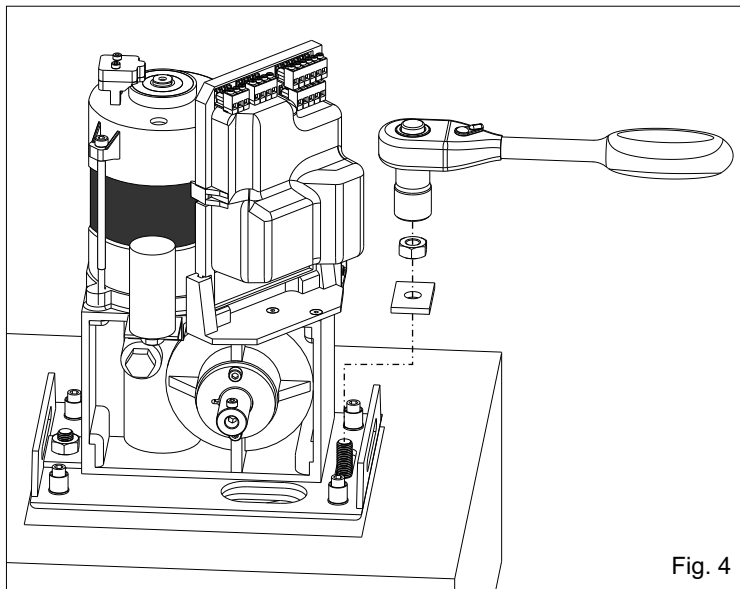

Fig. 4
**3.3.** Fijar el motorreductor a la placa de fundación con las tuercas y las arandelas en dotación (Fig. 4).